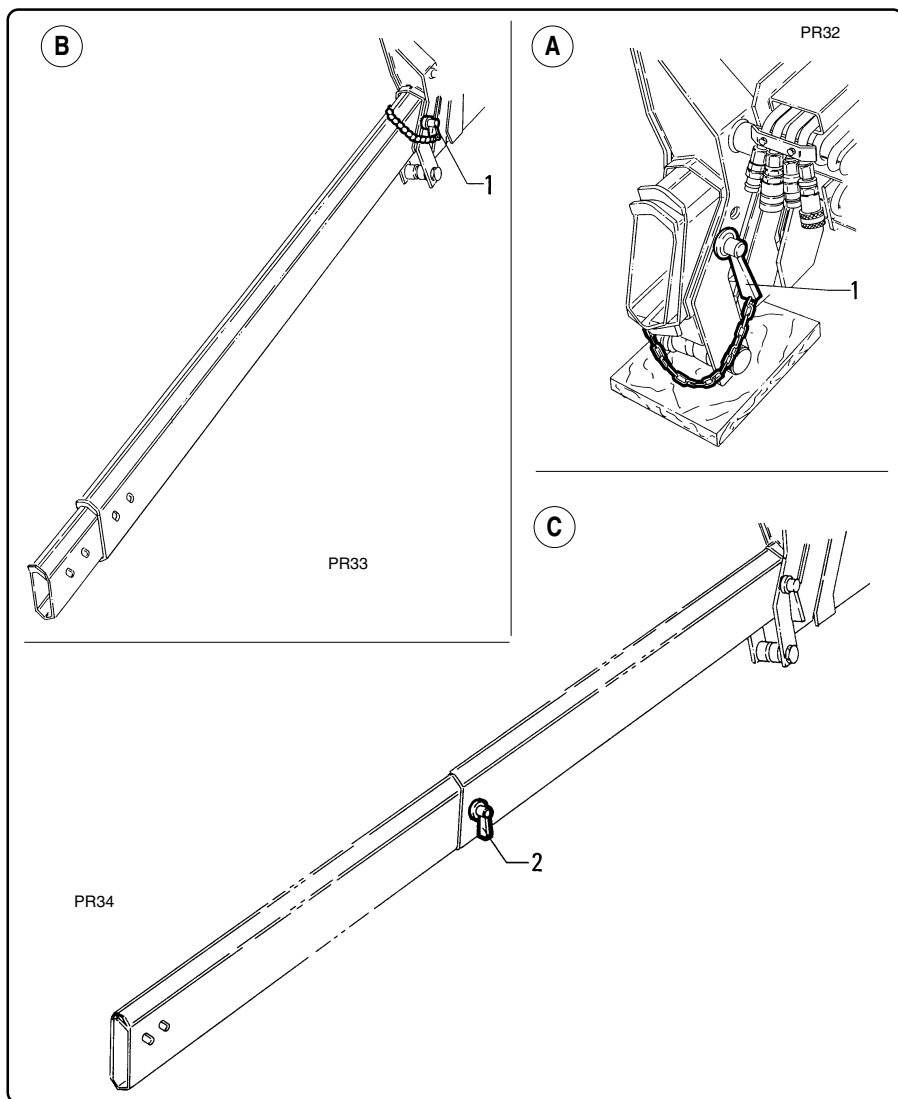

fig. 9.1.18
- 2 - Sfilare dalla sua sede il perno "1" fig. 9.1.18 - "A" di bloccaggio delle prolunghie in posizione di riposo.
Appena si libera il foro di bloccaggio della prolunga con il braccio della gru base introdurre il perno "1" fig. 9.1.18 - "B" con la relativa copiglia a scatto di sicurezza.
- 2 - *Remove the fixing pin "1" fig. 9.1.18 "A" from the extensions in rest position.*
terra allo scopo di consentire la fuoriuscita della prolunga successiva. Bloccare la prolunga con il perno "2" - "C" fig. 9.1.18 con la relativa coppiglia a scatto di sicurezza.
*Lock the extension in position with pin "2" - "C" fig. 9.1.18 and with the sprung split pin.*